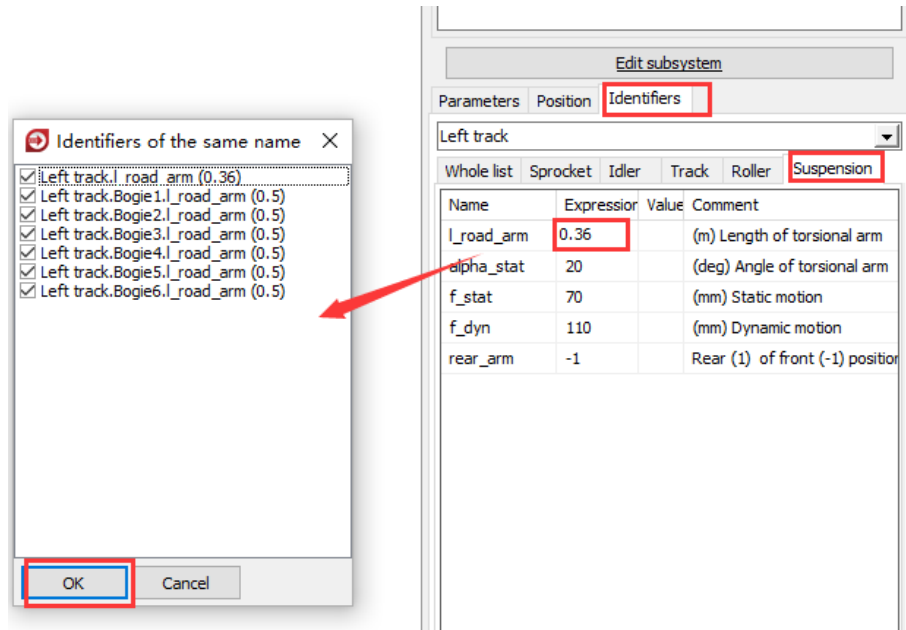

图 1.7
- 修改平衡肘方位，双击参数符号 **rear_arm**，修改数值为 **1**（决定方向的系数），在弹出窗口，取消选择最后一个，如图 1.7 所示，点击 **OK**。